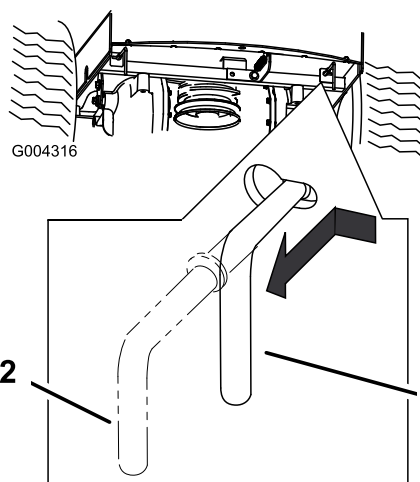

Figura 23
3. Mueva las dos palancas de desvío hacia dentro y empujelas hacia dentro, hasta que la arandela de la varilla pase por la ranura (Figura 23).
4. Empuje las palancas hacia fuera para bloquearlas (Figura 23).
Mueva las dos palancas de desvío hacia dentro y luego tire de las mismas hacia atrás por la ranura hasta que hagan tope (Figura 23). Empuje las palancas hacia fuera para bloquearlas.